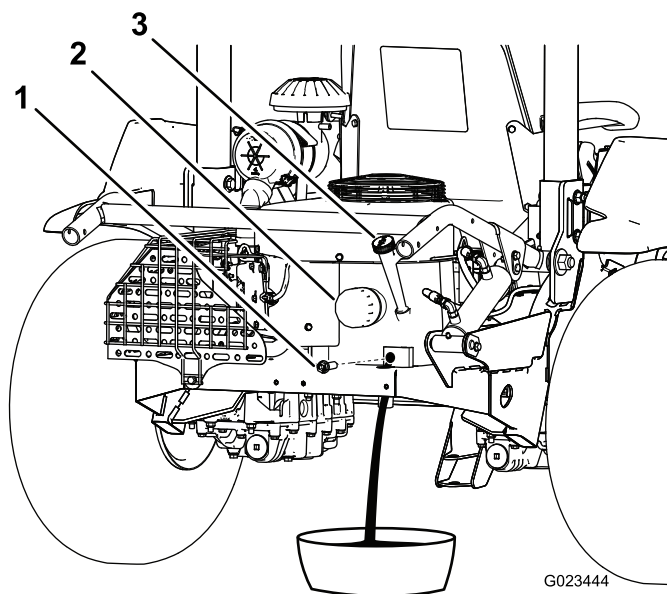

Figura 40
3. Togliete il tappo di spurgo (Figura 40) e lasciate defluire l'olio in un contenitore adeguato. Quando l'olio cessa di defluire, rimontate il tappo.